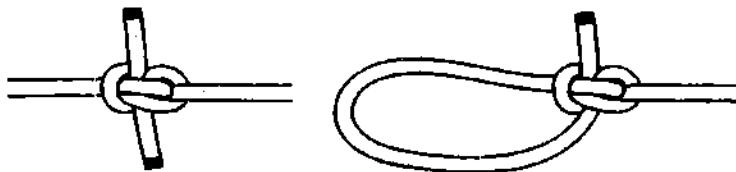

Рис. 854. А – *дирижабельный узел*; Б – незатягивающаяся *дирижабельная петля*.
**Дирижабельный узел** очень надёжный и безопасный узел, служащий для связывания двух верёвок примерно одинаковой толщины (рис. 854). У **дирижабельного узла** такие же свойства, как и у **охотниччьего узла**: узел не имеет крутых изгибов и поэтому не ослабляет трос, способен выдержать очень сильные нагрузки, даже переменные, хорошо держит на любом материале и очень легко развязывается после использования, даже если верёвка намокла.